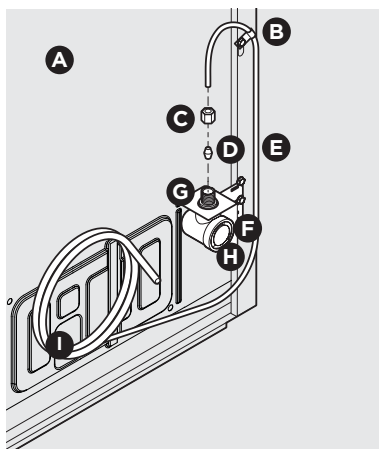

Figura 1
4. Si usa **tubería de cobre** - Deslice la tuerca de compresión de bronce y luego la argolla (manguito) en la línea de suministro de agua. Introduzca hasta el tope la línea de suministro de agua en la entrada de la válvula de agua ($\frac{1}{4}$ "/6.4 mm). Deslice la argolla (manguito) en la entrada de la válvula y apriete con los dedos la tuerca de compresión en la válvula. Dele otra media vuelta a la tuerca con una llave, NO apriete excesivamente. Véase la figura 1.